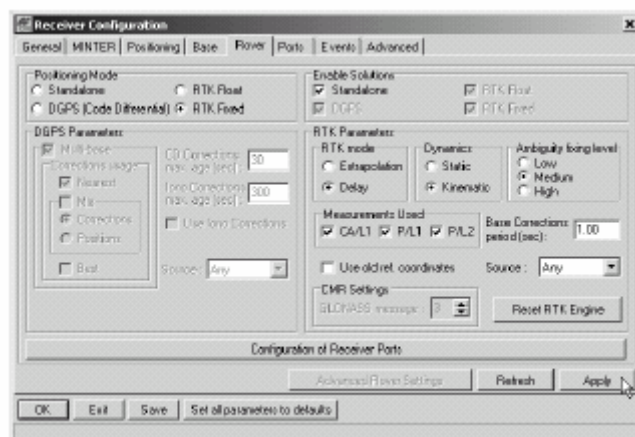

Figura 3-11. Configuración del equipo móvil
5. Haga clic en la pestaña *Móvil* y ajuste el parámetro *Modo Posición* (Figura 3-11).